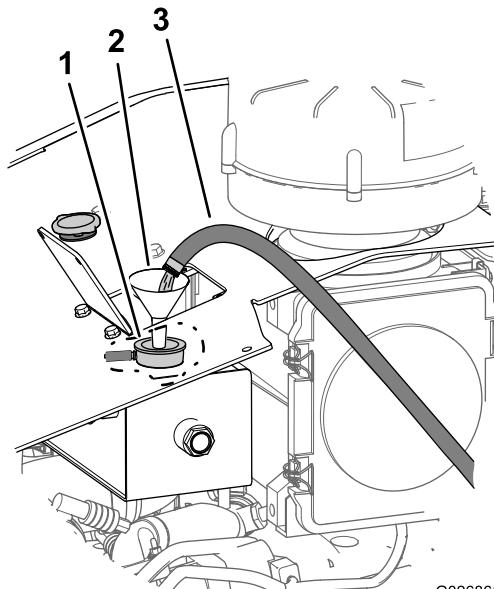

Figura 109
- Llene el sistema de refrigeración con agua limpia (Figura 109).